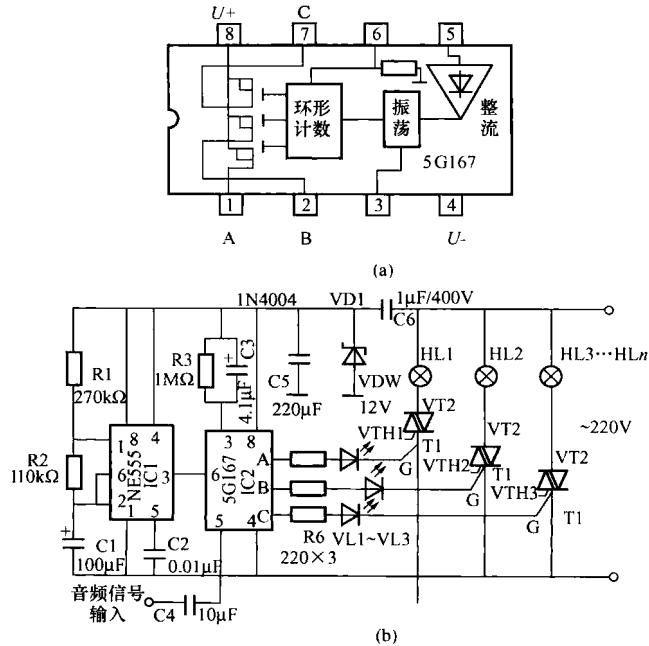

图 1-5 音乐同步多变态彩灯控制电路
本文介绍一款音乐同步多变态彩灯控制器，电路如图 1-5 所示。
电路工作原理：该彩灯控制器采用的集成电路 IC2 是一种新颖的音箱专用 LED 装饰彩显驱动集成电路。集成电路内部功能方框图及引脚排列如图 1-5 (a) 所示。交流音频信号电压由第⑤脚输入，经整流放大，然后去控制压控振荡器的振荡频率，再通过三位环形计数器分配成三路并随音频信号电压变化的环形脉冲驱动信号由 A、B、C 端（①、②、⑦脚）输出，驱动发光二极管以 A→B→C 的顺序循环发光（在第⑥脚为低电位时）。集成电路第⑥脚为输出顺序方向控制端，当第⑥脚为高电位时，集成电路输出端从 C→B→A 顺序循环驱动发光。第③脚外接 RC 阻容电路，以确定压控振荡静态时的（指⑤脚没有音频信号输入）振荡频率，通过调整 RC 的阻容可以改变集成电路在输入为静态时的循环变化速率。集成电路第⑤脚为音频信号输入端，从该脚输入的音频信号可以改变集成电路压控振荡器的频率。当音频信号幅度增大时，集成电路输出端变化速率加快，反之彩灯循环变化速率减慢，所以彩灯循环变化的节奏非常迷人。
彩灯控制器电路原理如图 1-5 (b) 所示。555 集成电路 IC1 与外围阻容元件 R1、R2、C1 组成无稳态定时电路，以一定频率的占空比去控制 IC2 选向端⑥脚，以改变彩灯循环发光的顺序。随着无稳态电路不断翻转，彩灯的循环方向不断交替变换。
元器件选择：集成电路 IC2 可选用 5G167、D9031、D9032 型音箱专用灯饰集成电路，其他元件按图 1-5 中标注选用即可。